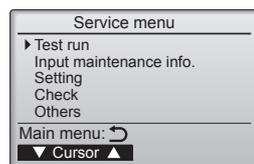

Fig. 7-3
③ Selezionare "Test run" (Prova di funzionamento) con il pulsante [F1] o [F2], quindi premere il pulsante . (Fig. 7-3)